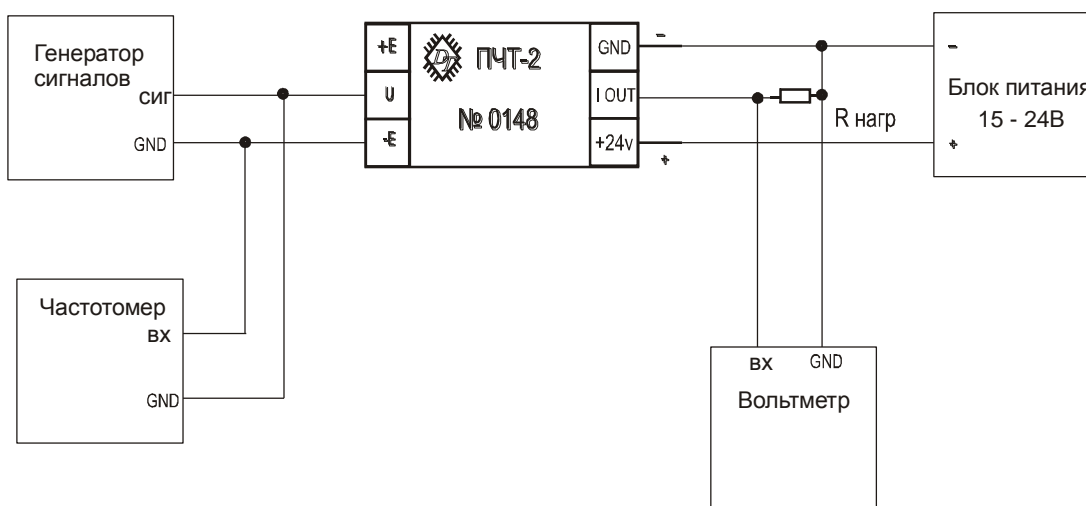

Рис.3
1. Подключить к прибору согласно рис.3 Приложения к паспорту на цифровой преобразователь частота ток ПЧТ-2 :